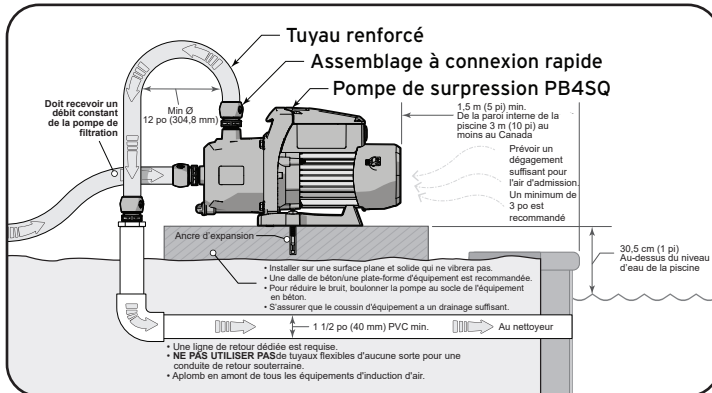

Figure 3. Exigences relatives à l'emplacement
- La pompe ainsi que tout autre équipement de circulation doit être installée à au moins 5 pi (1,5 m) du bord interne de la piscine. Voir Figure 3.
- La pompe doit être placée sur une base solide qui ne vibrera pas. Voir Figure 3.
- Fixer la pompe en la boulonnant au patin de l'équipement. Cela aura également l'avantage supplémentaire d'aider à réduire le bruit des vibrations. Voir Figure 3.
- La conduite de retour devrait être en PVC rigide d'au moins 1 1/2 po (40 mm). Voir Figure 3.
- Installer la pompe de surpression à l'intérieur 1 pi (30,5 cm) de la surface de la piscine. Voir Figure 3.
*Requiert trois (3) conducteurs en cuivre dans une conduite enfouie et une perte de tension maximale de 3 % dans un circuit de branchement. Tous les codes du National Electrical Code® (NEC®) et les codes locaux doivent être respectés. Le tableau montre la grosseur de fil minimale et les recommandations pour le fusible de branchement dans une installation standard par NEC.
2. S'assurer que la pompe est installée et fermement fixée à une fondation solide. Voir Figure 3.